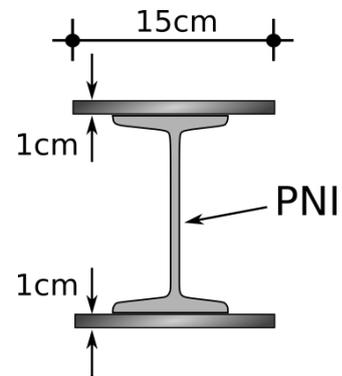

Figura 3
- La estructura es de un material con tensión admisible $\sigma_{adm} = 140 \text{ MPa}$ y se compone por una única sección transversal como se indica en la Figura 3. Dimensionar el perfil **PNI**.